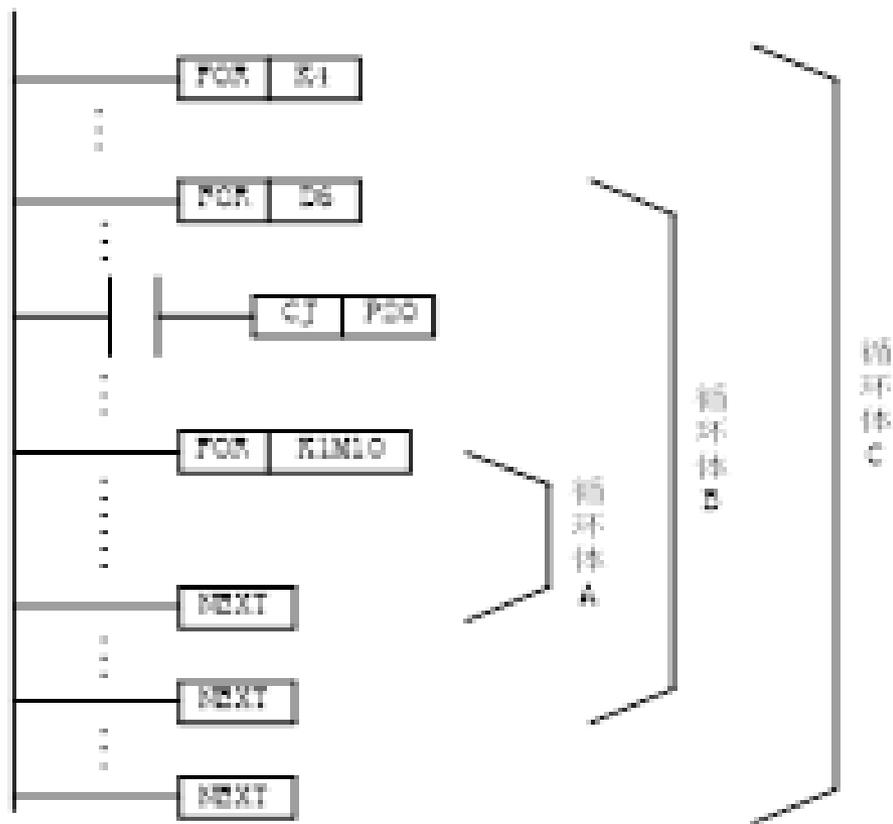

图7.31 循环使用的使用说明
循环指令的操作功能：控制**PLC**反复执行某一段程序，只要将这段程序放在**FOR - NEXT**之间，待执行完指定的循环次数后（由操作数指定），才能执行**NEXT**指令后的程序。循环指令的使用说明如图7.31所示，图中一共有三层循环嵌套，内层循环次数由**M3~M10**的状态决定，中间循环次数由数据寄存器**D6**中的数据决定，外层循环为**4**次。
**(1) FOR与NEXT指令要求成对使用，FOR在前，NEXT在后。**
**(2) FOR - NEXT循环指令最多可以嵌套5层，图7.31所示为三重循环。**
**(3) 利用CJ指令可以跳出FOR - NEXT循环体。**